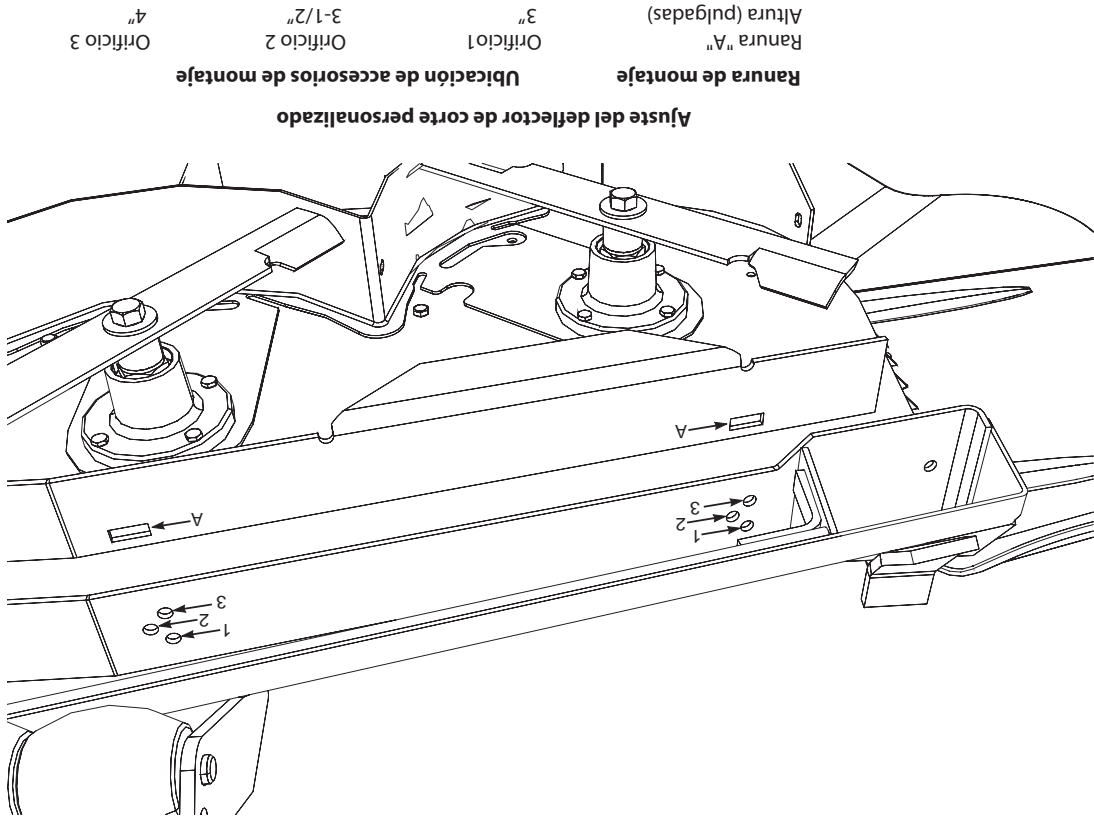

Figura 6-9. Ajuste del deflector de corte personalizado de 3 posiciones
3. Mueva el deflector de corte personalizado a la posición deseada. Vea la Figura 6-9.
A. Posición 3" - (Vea la Figura 6-9). El deflector se instala usando el conjunto superior de agujeros en el deflector frontal soldado dentro de la plataforma de corte. En esta posición la plataforma de corte Velocity-Plus entregará la mejor calidad de corte en césped muy alto, tieso y difícil de cortar.
B. Posición 3-1/2" - (Vea la Figura 6-9). El deflector se instala usando el conjunto intermedio de agujeros en el deflector frontal soldado dentro de la plataforma de corte. Se puede usar para cortes de propósito general. Colocar el deflector de corte personalizado en la posición 3-1/2" le da una adecuada combinación de desempeño de corte en todos los tipos de césped.
2. Quite los accesorios que aseguran el deflector de corte personalizado a la plataforma de corte. Vea la Figura 6-9.